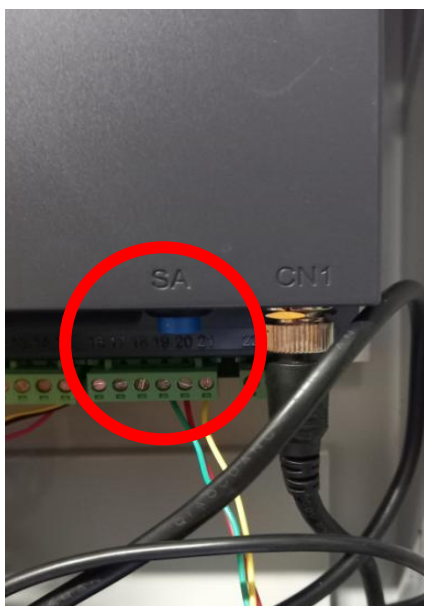

Рис.1
5. **Никогда не эксплуатируйте ворота в сервисном режиме с нажатой кнопкой SA. Такая эксплуатация ворот является нарушением правил эксплуатации и приведет к отказу в гарантийных обязательствах поставщика ворот Рис. 1.**